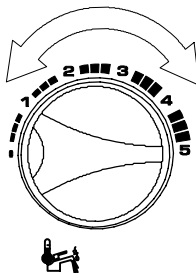

Fig. 7.15 Manivela de regulación de los sanitarios
- 6 Para cambiar la programación, girar el mando de regulación de temperatura de los sanitarios **a** en la fig. 5.20 y colocarla en el valor deseado (**Fig. 7.15**), la luz de señalación de bloqueo **e** parpadea rápidamente.